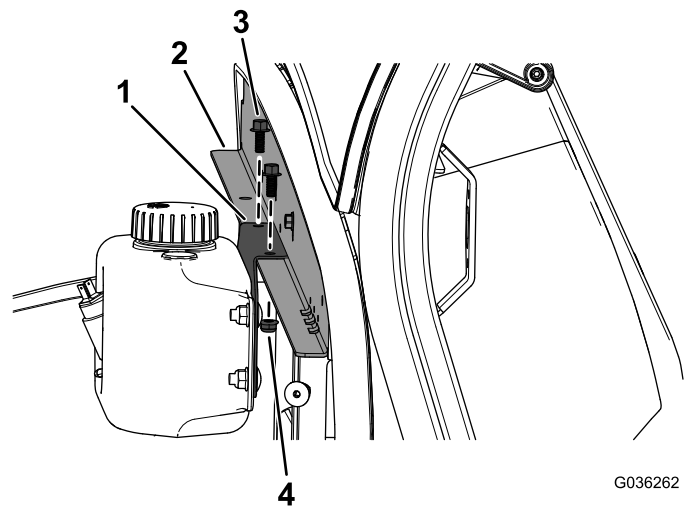

Figura 3
3. Instale el soporte de montaje de la botella de limpiador en el refuerzo del salpicadero con los 2 tornillos con arandela prensada ($1/4 \times 5/8$ " y 2 contratueras ($1/4$ "), tal y como se muestra en la Figura 3.